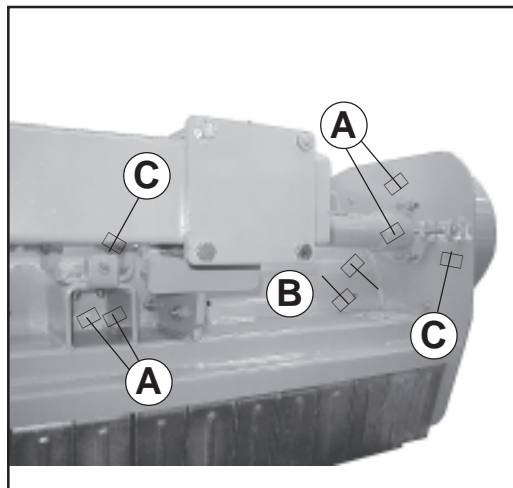

Fig. 17
- Die Schrauben lockern, welche die Einstellvorrichtungen der Verlängerung (A, Abb. 17) befestigen.
- Die beiden Schrauben der Einstellvorrichtung (C, Abb. 17) so einstellen, daß die Riemen korrekt gespannt werden.
- *Desserrer les vis de fixation des dispositions de réglage de la rallonge (A fig. 17);*
- *Agir sur les deux vis de réglage (C fig. 17) en faisant en sorte que les courroies atteignent la tension souhaitée ;*
- Aflojar los tornillos que fijan los registros prolongación (A fig. 17).
- Con los dos tornillos de regulación (C fig. 17), tensar correctamente las correas.